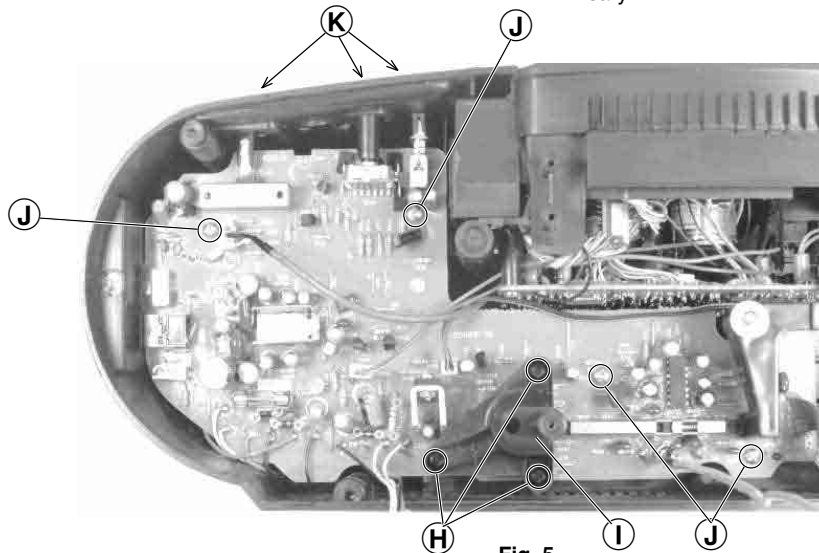

Fig. 5
- 3 Schrauben ⑧ herausdrehen (Fig. 5).
- Lagerbock ⑨ (Fig. 5) herausnehmen.
- 4 Schrauben ⑩ herausdrehen (Fig. 5).
- 3 Bedienungsknöpfe ⑪ (Fig. 5) abziehen.
- Undo 3 screws ⑧ (Fig. 5).
- Take out the bearing bracket ⑨ (Fig. 5).
- Undo 4 screws ⑩ (Fig. 5).
- Pull off the control knobs ⑪ (Fig. 5).